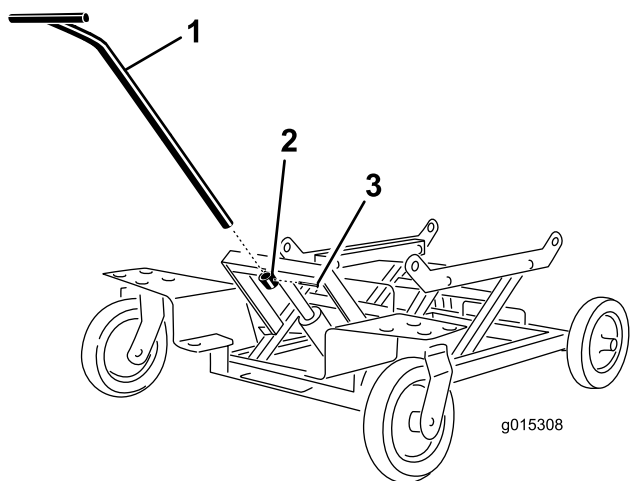

Рисунок 1
1. Установите рукоятку на дополнительную тележку и закрепите ее штифтом (Рисунок 1).